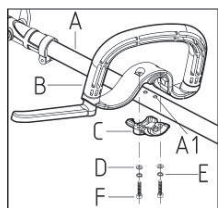

Fig. 6-1
**Montage de la poignée avant. Fig. 6-1**
- Alignez la goupille de position sur la poignée avant (B) avec un trou de position (A1) de trois sur le tube (A), puis positionnez la Assemblez l'ensemble (B) et fixez (C) sur le tube (A) à l'aide de deux combinaisons de rondelle plate (D), de rondelle élastique (E) et de vis (F).